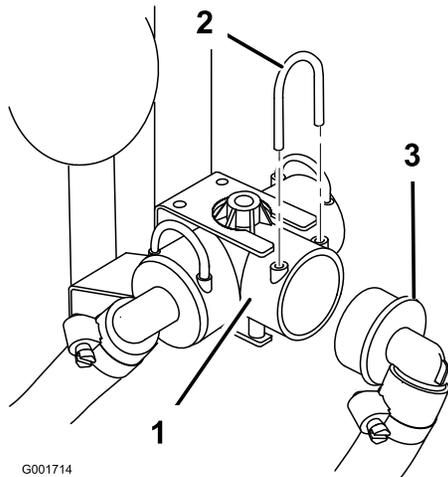

図 6
1. タンク右側のバルブ・アセンブリからリテーナフォークを外して、ブーム送液ホースを給液 T 字フィッティングから外す (図 6)。